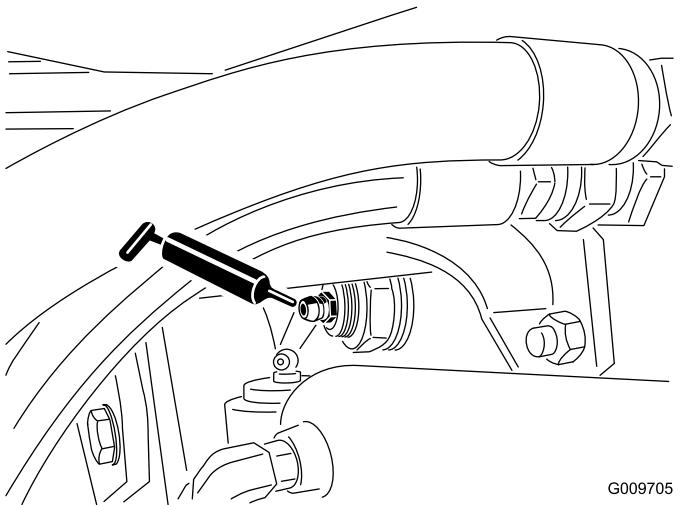

Bild 59
- Hinterachsen-Drehbüchsen (2), wie in Bild 59 abgebildet